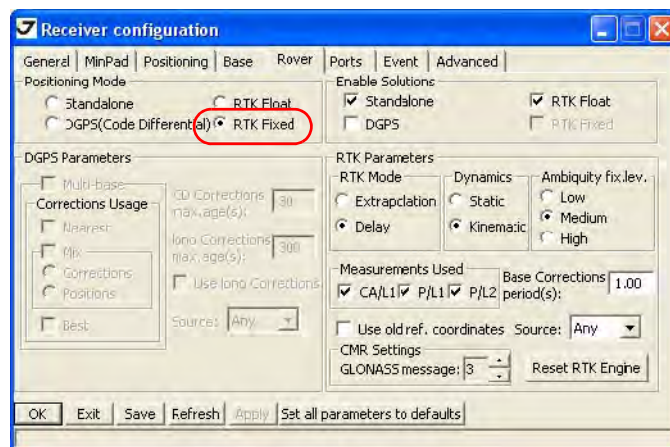

Рисунок 3-13. Закладка Rover
10. В закладке *Rover* установите режим *RTK fixed* (Рис. 3-13), затем нажмите *Apply*: